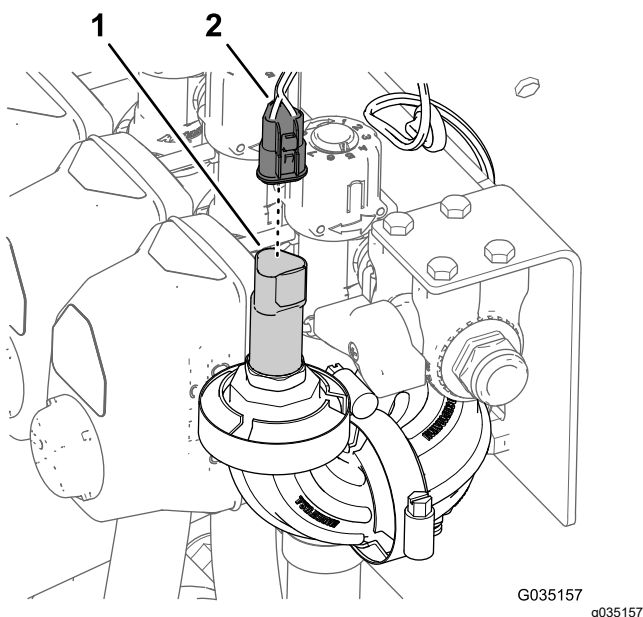

Рисунок 25
4. На машинах с системой опрыскивания ExcelaRate отсоедините 3-гнездовой разъем заднего жгута проводов от 3-штыревого разъема датчика давления (**Рисунок 25**).